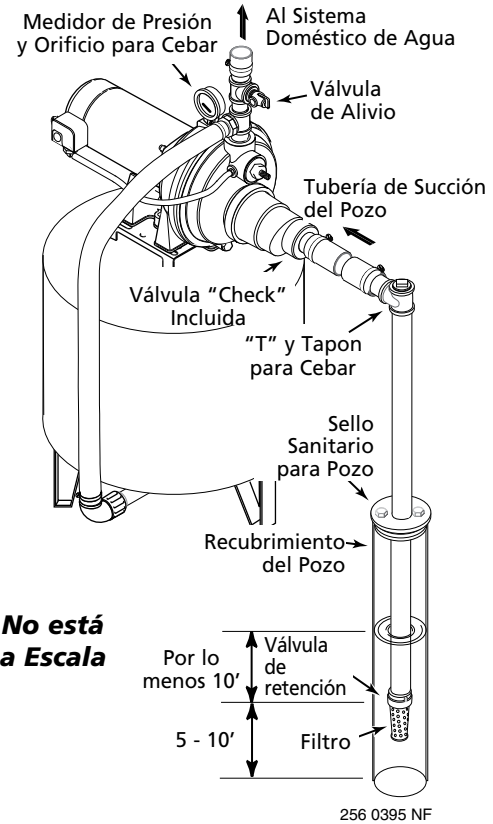

Figura 5 – Instalación de Pozo Recubierto
Instalacion de pozo recubierto con un recubrimiento de 2" o mas (Figura 5)
5. Instale una "T" para cebado, tapón para cebado y la tubería de succión a la bomba (Vea la Figura 5). Conecte la tubería del pozo al orificio de succión de la bomba; utilice el menor número de conexiones posible - especialmente codos - ya que las conexiones incrementan la fricción en la tubería. La tubería de succión debe ser por lo menos del mismo tamaño que el orificio de succión en la bomba. Utilizar cinta selladora de PTFE para roscas de tubería sobre las juntas roscadas de la tubería. Soporte la tubería para que no haya inclinaciones verticales o hundimientos en ella a fin de que no ejerza tensión sobre el cuerpo de la bomba y con el propósito de que no se incline ligeramente hacia arriba desde el pozo hacia la bomba (los puntos altos pueden ocasionar que se formen bolsas de aire que pueden bloquear la bomba). Sellar las juntas de la tubería de aspiración con cinta selladora de PTFE para roscas de tubería. Las juntas deben ser a prueba de agua y estar herméticamente cerradas. Si la tubería de succión pudiera succionar aire, la bomba no podrá sacar agua de pozo.